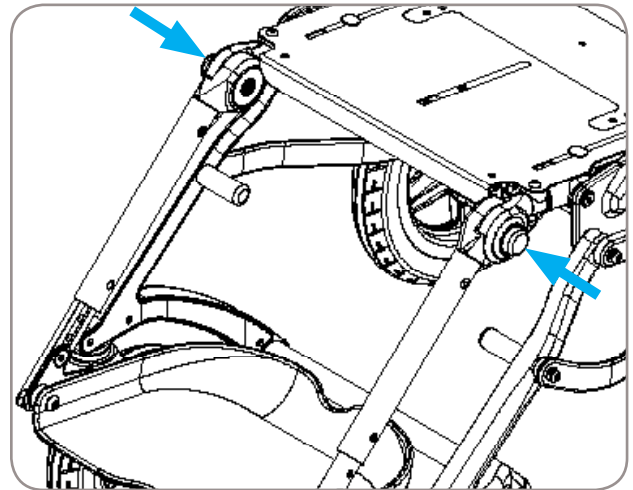

Figura 6
1. Mantenga presionados los botones en el exterior de cada barra de ajuste. Consulte la figura 6.